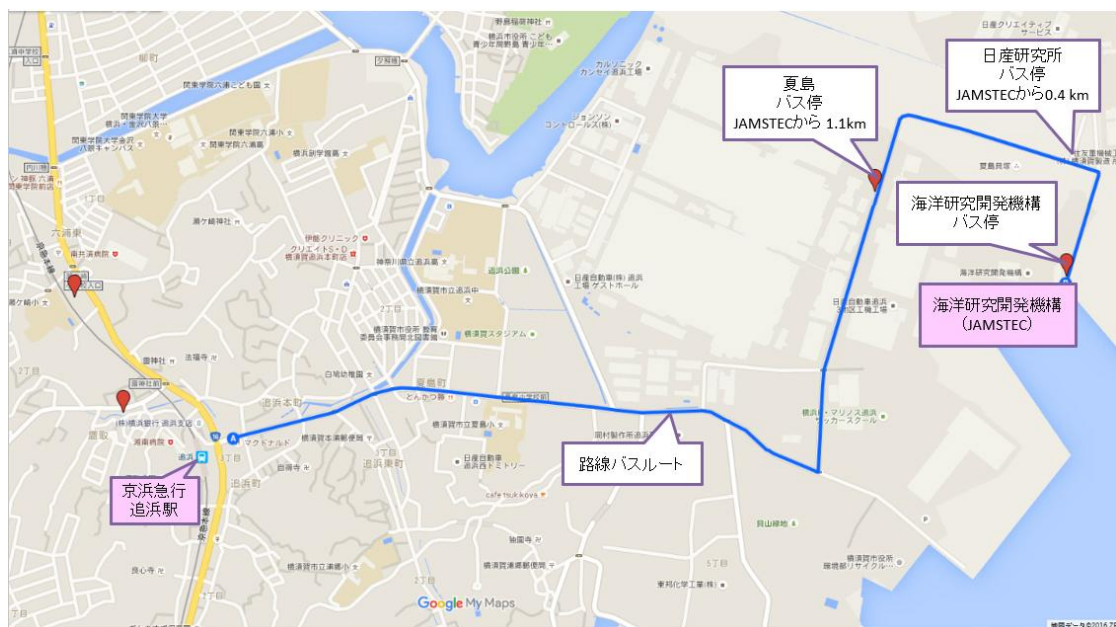

図 3-1 路線バスルート図
- ・ 土曜日は、途中（夏島）まで路線バスが利用できます。夏島から会場までは約 1.1km あります（図 3-1）